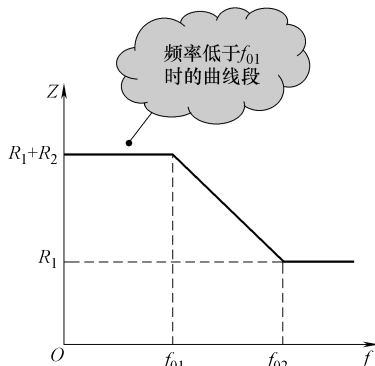

图 9-48 输入信号频率低于第一转折频率时示意图
2) 输入信号频率低于转折频率  $f_{01}$  情况。如图 9-48 所示是输入信号频率低于第一转折频率示意图, 当信号频率低于转折频率  $f_{01}$  时, 由于  $C_1$  的容抗很大, 即远比  $R_2$  的阻值大, 这样  $C_1$  相当于开路, 此时该电路总的阻抗为  $R_1 + R_2$ , 如图所示。